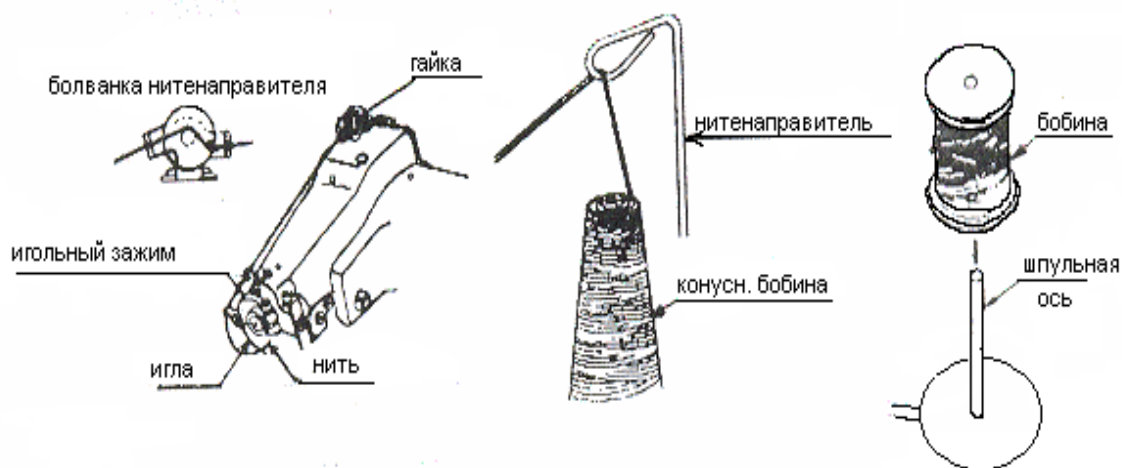

Рис. 9, 10
А. Если используется нить из конусной бобины, разместите ее в пластиковой чаше на стойке нитенаправителя (рис. 9).
С. Для того, чтобы правильно заправить нить в машину, строго следуйте образцу, указанному в рис. 9.
Когда дойдете до обеспечения натяжения нити, вставляйте нить сначала в нижнее ушко нитенаправителя (1). Затем протяните нить между двумя дисками (2) как показано на рис. 9. Затем протяните ее сзади в верхнее ушко нитенаправителя (3) и в отверстие игольного зажима (4).